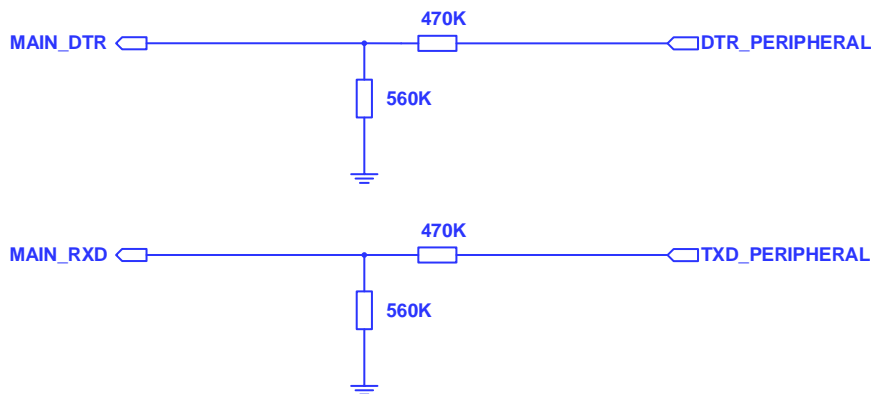

图 23: MAIN_DTR、MAIN_RXD 分压参考电路
- 1) 睡眠模式下，VDD_EXT 下电版本：MAIN_DTR、MAIN_RXD 请采用分压电路设计（参考图 23），或使用外部 1.8 V 替代 VDD_EXT。